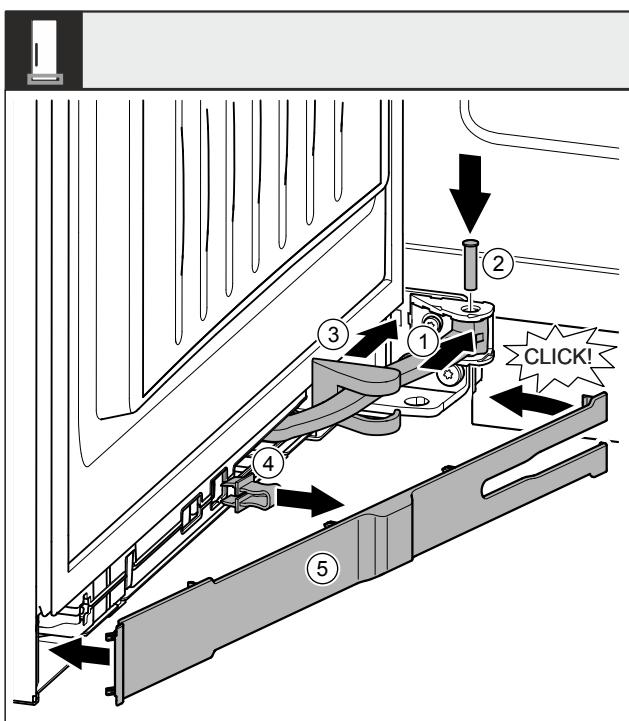

Fig. 54
- Gelenk Fig. 54 (1) in Aufhängung drehen.
- Bolzen Fig. 54 (2) mit einem Schraubendreher in Aufhängung und Gelenk einsetzen. Dabei darauf achten, dass der Rastnocken korrekt in der Nut sitzt.
- Lagerbockabdeckung Fig. 54 (3) entlang des Gelenks schieben und über der Aufhängung montieren.
- Sicherung Fig. 54 (4) abnehmen.
- Blende Fig. 54 (5) griffseitig ansetzen und einschwenken.